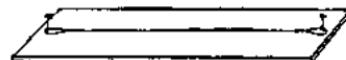

图 1
1. 用尖嘴钳把钢丝的两端绕成直径约为5毫米的小环，因钢丝较硬，弯曲时当心不要弄断。取一块长约500毫米、宽约50毫米、厚约10毫米的废木板，用两枚小圆钉分别插入钢丝两端的小环内，把钢丝拉直后，钉牢在木板上，成图1的样子。